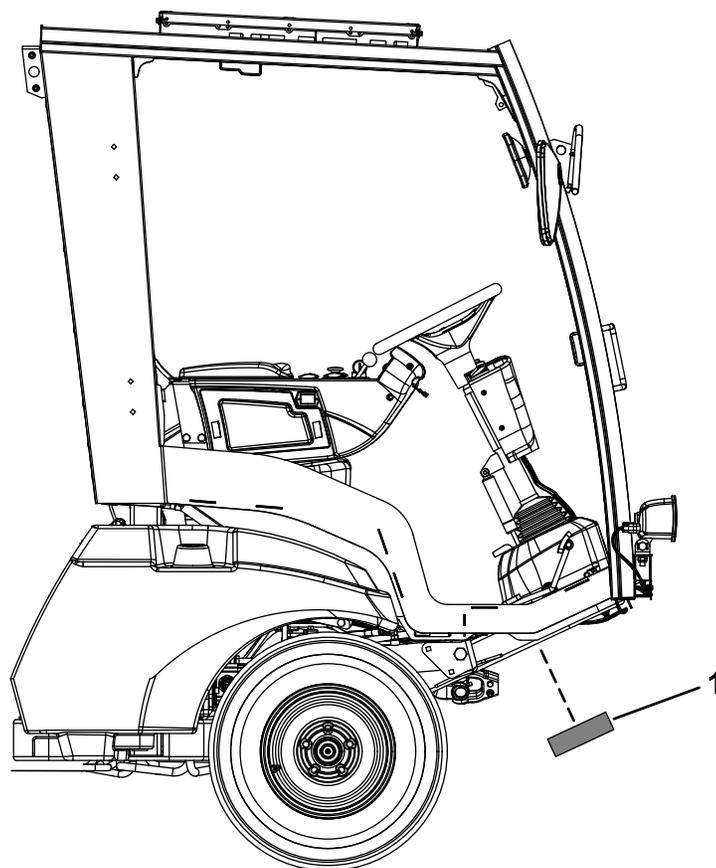

Figura 44
5. Instale la placa en el bastidor (**Figura 44**).